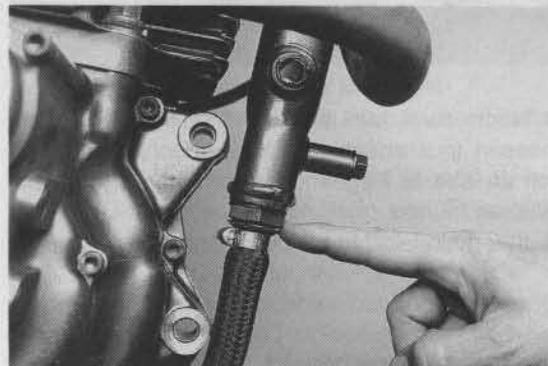

Bild 27
- Ölschlauch nach Lösen der Schlauchschelle abnehmen. Filtersieb (Bild 27) ausdrehen und mit Druckluft ausblasen oder in sauberem Lösungsmittel mit Pinsel reinigen.